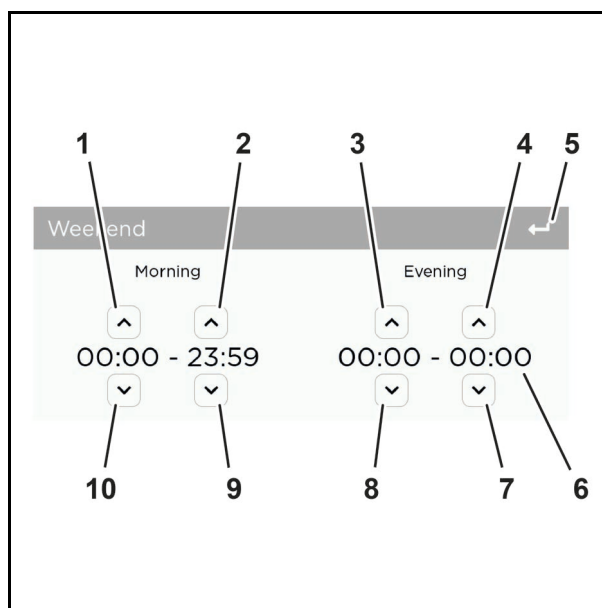

Abb. 47
1. Zwiększyć wartość godziny rozpoczęcia eksploatacji głównej strzałką (Abb. 47/1) lub wartość godziny zakończenia eksploatacji głównej strzałką (Abb. 47/2).
2. Zmniejszyć wartość godziny rozpoczęcia eksploatacji głównej strzałką (Abb. 47/10) lub wartość godziny zakończenia eksploatacji głównej strzałką (Abb. 47/9).
3. Zwiększyć wartość godziny rozpoczęcia eksploatacji dodatkowej strzałką (Abb. 47/3) lub wartość godziny zakończenia eksploatacji dodatkowej strzałką (Abb. 47/4).
4. Zmniejszyć wartość godziny rozpoczęcia eksploatacji dodatkowej strzałką (Abb. 47/8) lub wartość godziny zakończenia eksploatacji dodatkowej strzałką (Abb. 47/7).
5. Sprawdzić wprowadzone godziny na podglądzie (Abb. 47/6). W razie potrzeby dokonać poprawek odpowiednimi strzałkami.
6. Przyciskiem „Wstecz” (Abb. 47/5) powrócić do wyższego menu.